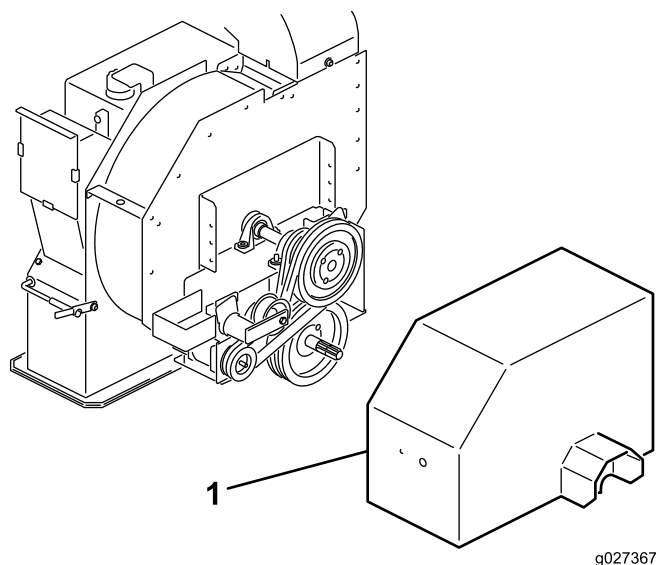

Figura 13
1. Retire a proteção da transmissão de cima dos conjuntos da polia (Figura 13).
1. Desaperte as porcas e os parafusos que fixam a proteção da transmissão ao compartimento do rotor (Figura 13) e retire a proteção.
2. Na parte de trás da estrutura, desaperte o parafuso que prende o tensionador da correia à estrutura (Figura 13).